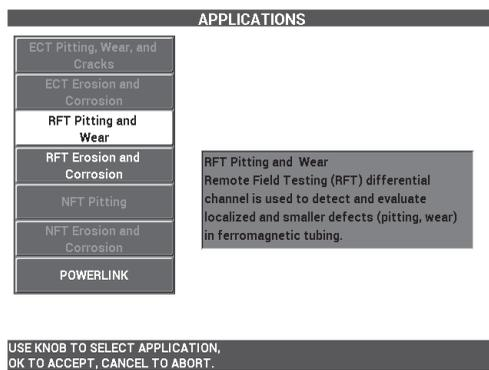

図 5-191 RFT ピitting および摩耗アプリケーション
2. **続行**（A キーを押す）を選択、ノブを回して **RFT ピitting および摩耗** を選択してから を押して確定します（266 ページの図 5-191 参照）。